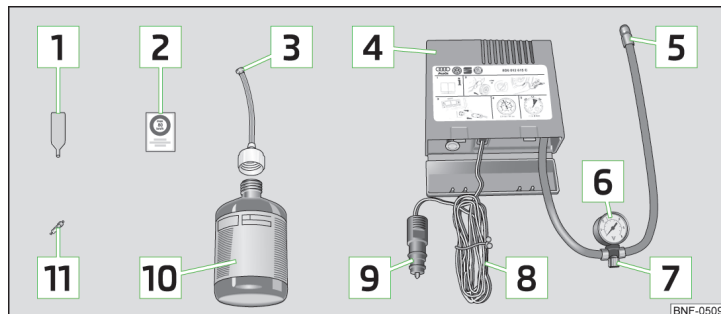

Fig. 114 Imagen esquemática: Componentes del kit de averías
Componentes del kit » fig. 114
- Pegue la etiqueta adhesiva correspondiente **2** » fig. 114 de la página 133 sobre el tablero de instrumentos en el campo visual del conductor.
- Agite la botella de inflado de neumáticos **10** » fig. 114 de la página 133 fuertemente varias veces.
- Enrosque el tubo flexible **5** » fig. 114 de la página 133 del compresor de aire fijamente en la válvula del neumático.